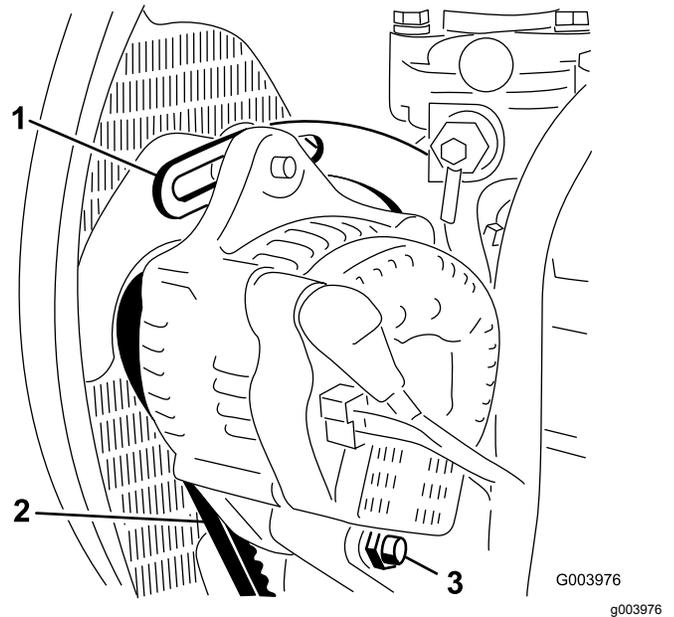

Figure 71
2. Contrôlez la tension de la courroie d'alternateur (**Figure 71**) en exerçant une force de 10 kg à mi-distance entre les poulies d'alternateur et de vilebrequin.
3. Desserrez le boulon de fixation du renfort au moteur (**Figure 71**), le boulon de fixation de l'alternateur au renfort et le boulon de pivot.